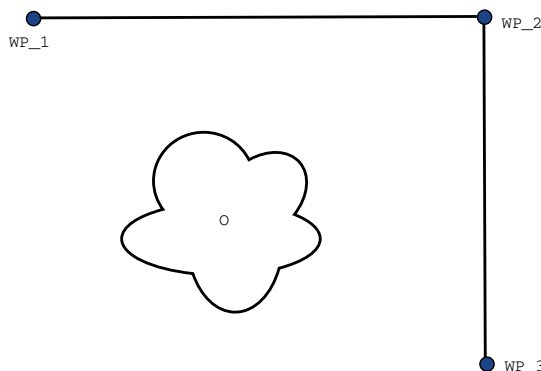

Figure 15.2: WP_1: начальное положение, WP_2: промежуточная точка, WP_3: положение захвата, O: препятствие.
Пример Рассмотрим операцию захвата и перемещения в качестве примера (см. рисунок 15.2), где робот в настоящий момент находится в контрольной точке 1 (WP_1) и должен выполнить захват объекта в контрольной точке 3 (WP_3). Во избежание столкновений с объектом и другими препятствиями (O) робот должен двигаться к WP_3 в направлении из контрольной точки 2 (WP_2). Таким образом, три контрольные точки участвуют в создании пути, удовлетворяющего требованиям.